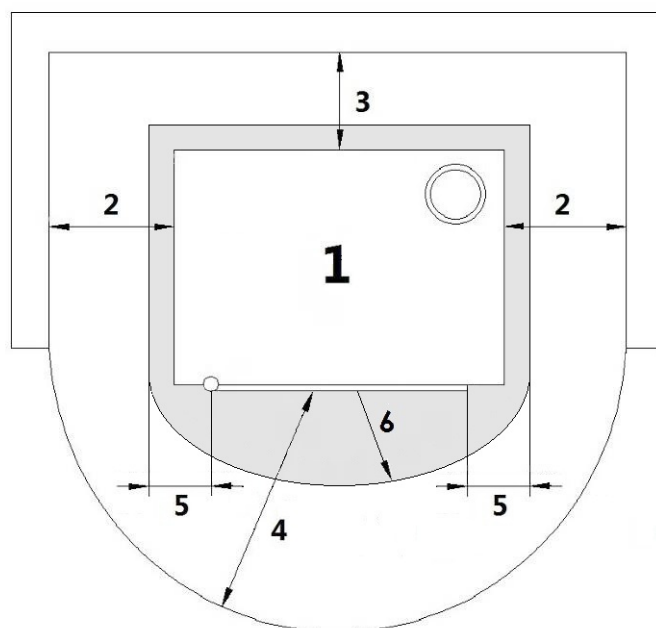

Fig. 24 - Installazione generica
- Per le stufe installate isolatamente devono essere staccate da eventuali muri e/o mobili, con un giro d'aria minimo ai lati e sul retro, per consentire un efficace raffreddamento dell'apparecchio e una buona distribuzione del calore nell'ambiente (vedi **Fig. 24 a pag. 23**).
- Per le norme di sicurezza antincendio si devono rispettare le distanze da oggetti infiammabili o sensibili al calore (divani, mobili, rivestimenti in legno ecc...) come riportato in **Fig. 24 a pag. 23**.